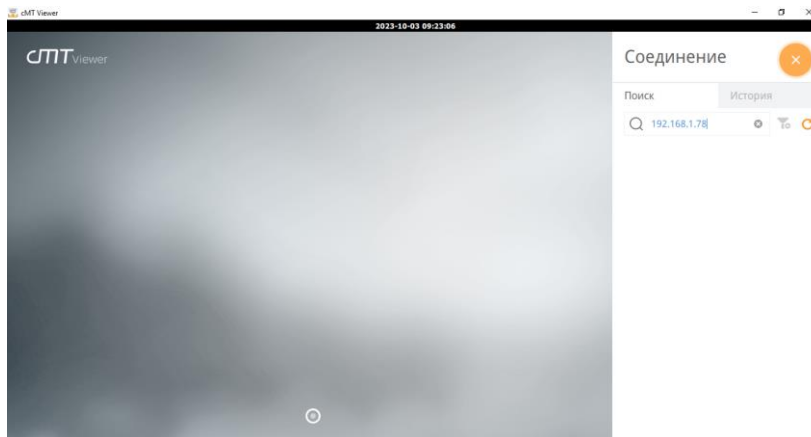

Рисунок 3.5 – Заполнение поля «Имя/IP» ПО сМТ Viewer
7. В поле «Имя/IP» (рисунок 3.5) ввести имя панели оператора/IP-адрес или IP-адрес, полученный из ПО EasyAccess 2.0 и нажать «Enter».